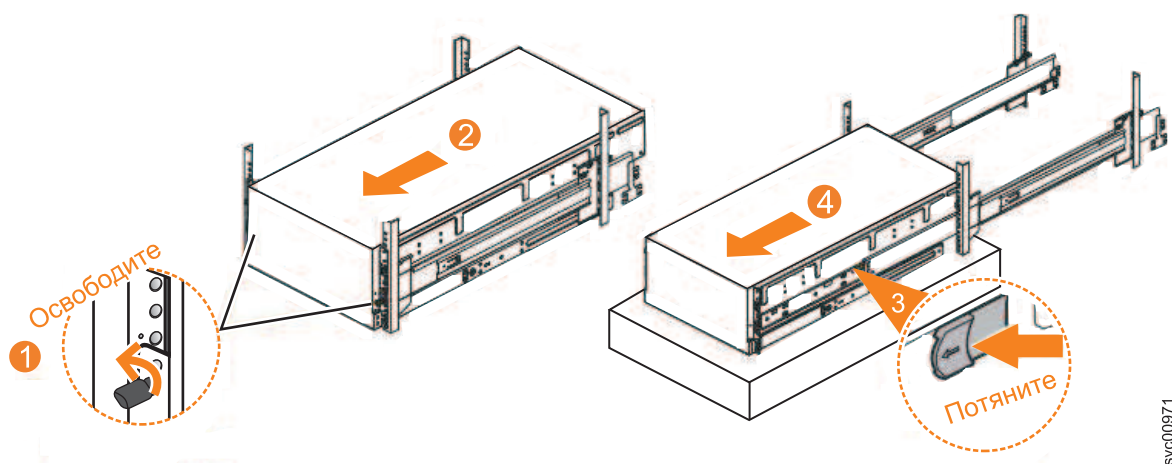

Рисунок 107. Удаление корпуса 2145-92F из стойки
1. Ослабьте винты ( **1** ) с передней стороны корпуса (см. рис. 107).
2. Осторожно выдвиньте корпус из стойки ( **2** на рис. 107).
3. Найдите левый и правый синие фиксаторы с передней стороны корпуса. Потяните за них, чтобы разблокировать механизм лотка ( **3** на рис. 107).
4. Выдвиньте корпус и внутреннюю направляющую из стойки ( **4** на рис. 107).